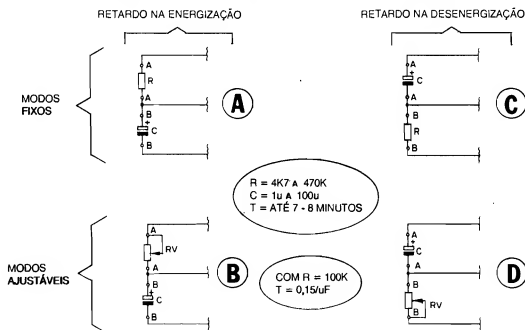

Fig.2
- FIG. 2 - OS ARRANJOS RC BÁSICOS, DETERMINADORES DA TEMPORIZAÇÃO E DA EVENTUAL "REVERSIBILIDADE"... - Conforme foi dito, o "preenchimento" dos "espaços" A-A e B-B do circuito, por um resistor (fixo ou ajustável) e um capacitor (tipicamente um eletrolítico, embora nada impeça o uso de capacitor não polarizado...) realiza a dupla função de determinar o Tempo (período do temporizador) e também o "sentido" da temporização (desligado
- FIG. 5 - DETALHANDO ("CHAPÉADO") AS POSSIBILIDADES E COMBINAÇÕES DE RESISTOR/CAPACITOR PARA A DESEJADA TEMPORIZAÇÃO E COMPORTAMENTO... - O Leitor atento perceberá, na FIG. 5, a mera estilização, ou vista real do que foi diagramado na FIG. 2... Os próprios itens A-B-C-D relembram-se exatamente às condições e comportamentos indicados, em esquema, naquela figura... Notem cada possível posição para o resistor fixo (RA ou RB), trim-pot (RVA ou RVB) e capacitor (CA ou CB)... Observar, ainda, que qualquer